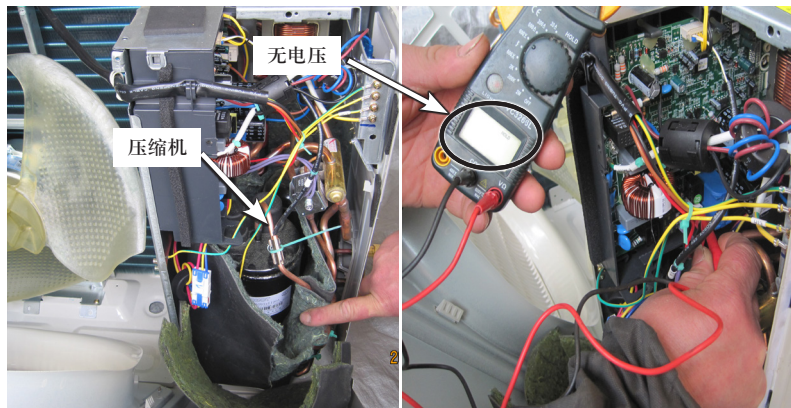

图 4-19 检查压缩机输出电压
2) 检查室外机，外壳已被打开，整理好线路再次开机，压缩机还是不工作，测量功率模块无电压输出，如图 4-19 所示。